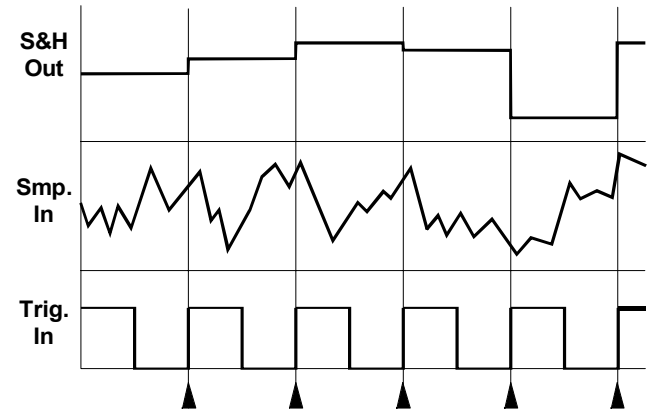

Abb. 1: Signalverhalten des S&H-Moduls
① Trig In
Am **Trigger-Eingang** ① führen Sie das Trigger-Signal zu, das die Abtastung des am Signaleingang anliegenden Signals auslöst. Bei positiver Flanke des Trigger-Signals (s. Pfeile in Abb. 1) wird der neue Wert übernommen. Die Breite des Trigger-Impulses ist dabei ohne Belang.
② Smp. In
Den abgetasteten und zwischengespeicherten Spannungswert greifen Sie am **S&H-Ausgang** ab (s. Abb. 1).